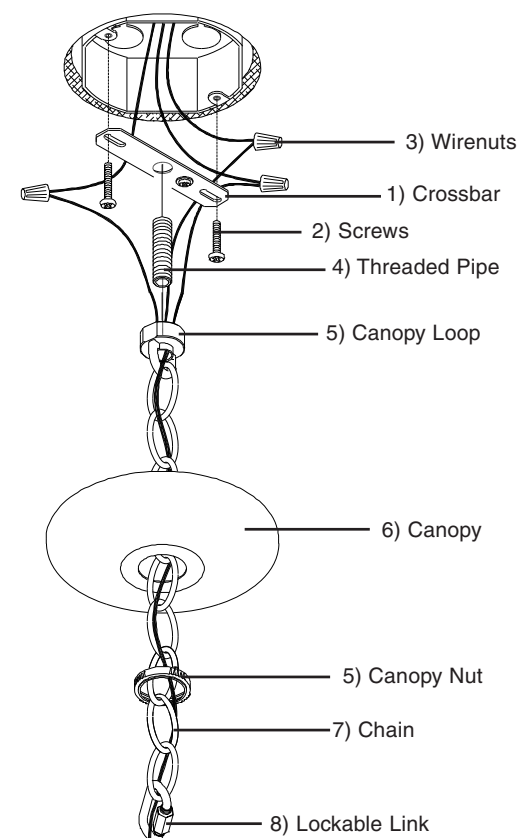

Figure 1
7. **Use Wirenuts (3) to connect brown or clear fixture wire** to the black power supply wire and brown or clear ribbed fixture wire to the white power supply wire. **See Fig. 1.**
8. **Raise Canopy (6) up to ceiling and fully thread** Canopy Nut (5) onto Canopy Loop.
9. **To Install Glass Diffuser (12)**, unscrew Lock Ring (13) from the Socket (11). Place Glass Diffuser (12) over the Socket (11) and reinstall the Lock Ring (13). **See Fig. 1.**
2. **Conecte la Cadena (7) al Lazo (9)** con Eslabón de Cierre (8). *Nota: El Eslabón de Cierre esta conectado al extremo de la Cadena, para abrir el Eslabón de Cierre, gire la tuerca tubular hasta que apertura este lo suficiente ancha para deslizarlo dentro del Lazo. Sostenga el luminario hasta el techo para determinar la longitud de Cadena deseada y quite eslabones si necesario. Nota: use alicates para quitar cadena adicional. Vea Fig. 1.*
3. **Coloque el ensamblaje del luminario firmemente** en una superficie plana y rosque el Tubo Roscado (4) en la Tuerca/ Lazo del Dosel (5) conectada al extremo de la Cadena. Sostenga la Tuerca/ Lazo del Dosel por el Lazo, coloque el Dosel (6) sobre el Tubo Roscado instale y instale la Barra Transversal (1) al Tubo Roscado. *Nota: El dosel reposara en la Tuerca de Dosel.*
4. **Encamine los alambres de suministro eléctricos** y los de hacer tierra del luminario por cada cuarto eslabón de la cadena y por el centro del Tubo Roscado de 1-3/4" (4) en la Barra Transversal (1). Recorte los alambres de suministro eléctricos y los de hacer tierra del luminario que sobresalgan aproximadamente 6" del Tubo Roscado y pele 1/2" del aislamiento de los extremos de los alambres. **Vea Fig. 1.**
7. **Use Capuchones de Alambres (3)** para conectar el lambre marrón o transparente del luminario al alambre de suministro de energía negro y el alambre del luminario acanalado marrón o transparente al alambre de suministro de electricidad blanco. **Vea Fig. 1.**